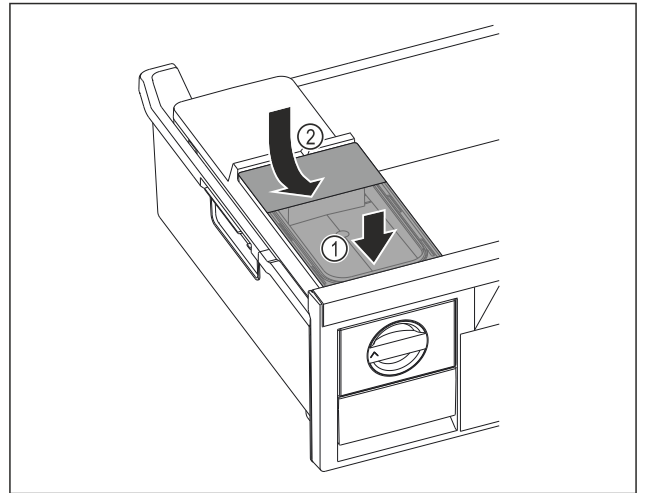

Fig. 127
- Collegare il serbatoio dell'acqua alla parte anteriore. Fig. 127 (1)
- Abbassare il serbatoio dell'acqua posteriore. Fig. 127 (2)